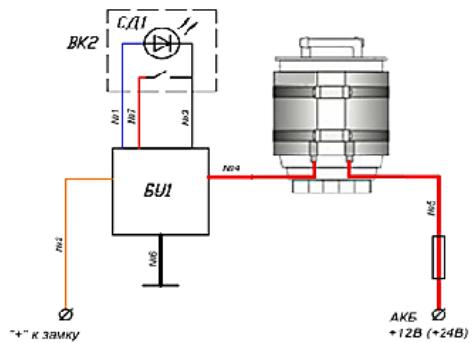

Рисунок 4
5.8 При подключении подогревателя к электрической бортовой сети с **автоматическим отключением подогрева по таймеру** (рисунок 4):